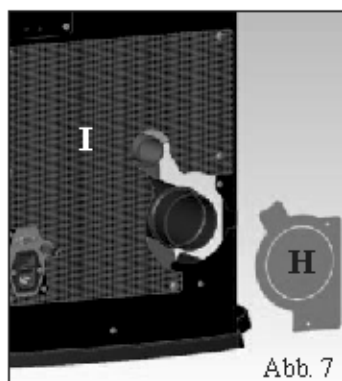
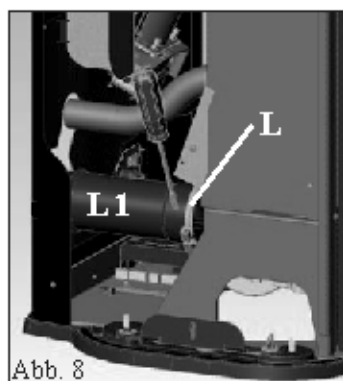

Abb. 7
Abb. 8
- Glasseiten abmontieren (H - Abb. 7) und den Transportschutz entfernen.
- Die Gummistopper unter den Befestigungselementen (obere und untere) der Glasseiten entfernen (I - Abb. 8).
- Glas-Top abnehmen (H - Abb. 7).
- Das Seitenteil aus Stahl, ddie an der Struktur der Herd mit 2 Schrauben (X - Abb. 7) zu entfernen, nach oben heraus ziehen (I - Abb. 8).
- Die Trennwand (H - Abb. 7) und bei Bedarf auch den gelochten unteren Teil heraus nehmen (I - Abb. 7). – Schelle lockern (L - Abb. 8) und das Rauchgas-Rohr entfernen (L1 - Abb. 8).